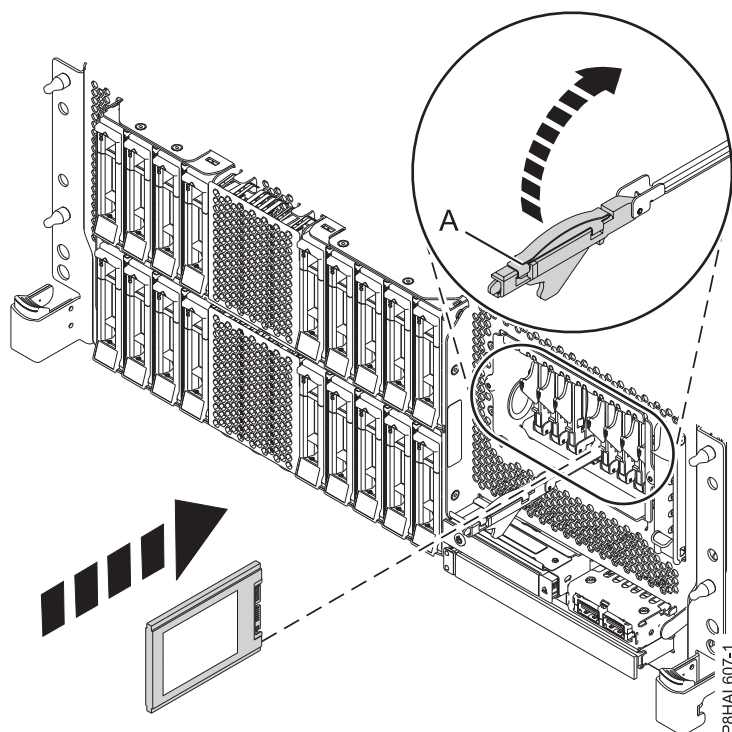
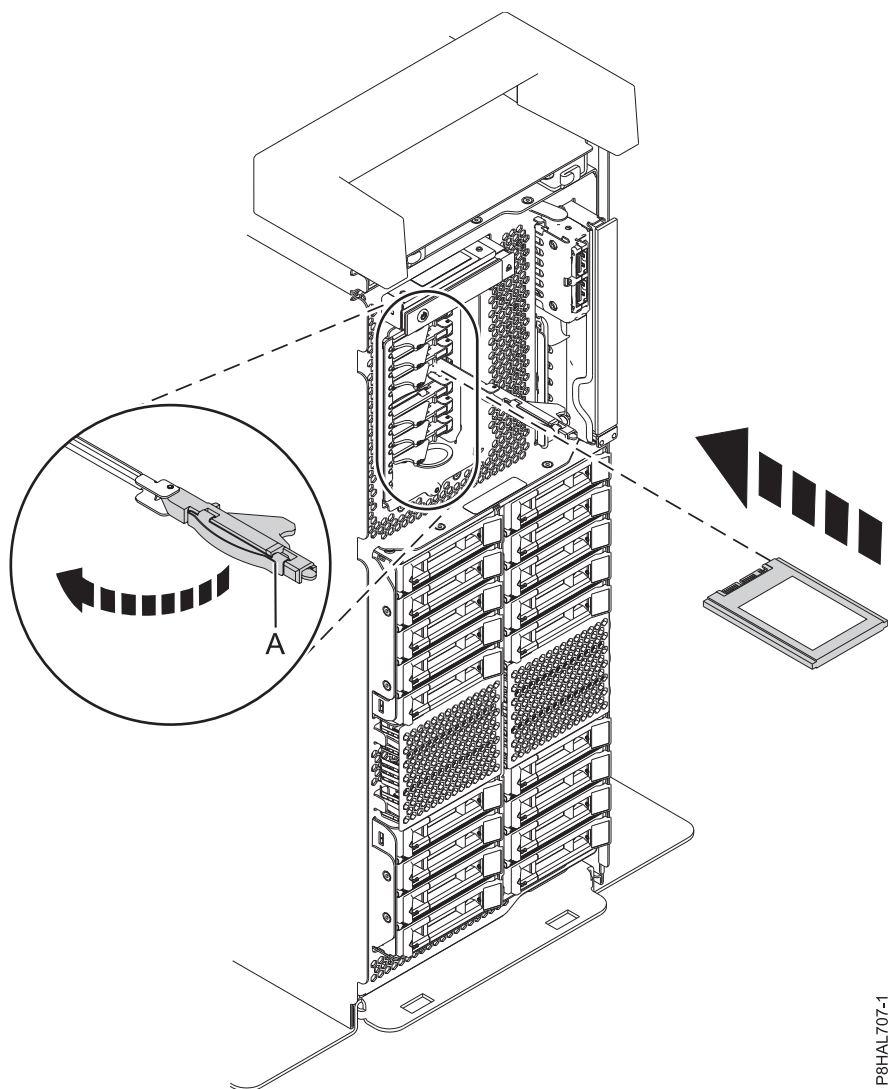

Figura 14. Instalar uma unidade SSD num sistema de função expandida montado em bastidor
Figura 15. Instalar uma unidade SSD num sistema de função expandida autônomo
3. Com a pega do compartimento de unidade de SSD (A) na posição desbloqueada, puxe a alavanca para fora para ter acesso às calhas na ranhura de SSD. Apoie a parte inferior da SSD à medida que a alinha com as calhas na ranhura de SSD. Consulte a Figura 14 e a Figura 15 na página 20.
4. Faça deslizar a unidade SSD no sistema até a unidade parar e, em seguida, bloqueie a unidade SSD rodando a pega do compartimento de unidade (A) na direcção mostrada. Consulte a Figura 14 e a Figura 15 na página 20.